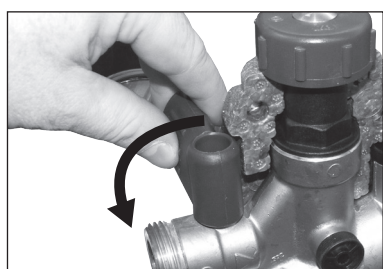
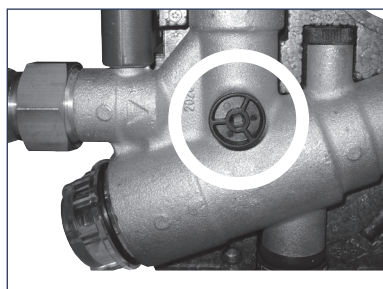

Abb. 9
Abb. 10
4. Drehen Sie den Stopfen (Abb. 9) wieder in das Gehäuse und öffnen Sie den Kugelhahn (Abb. 10).